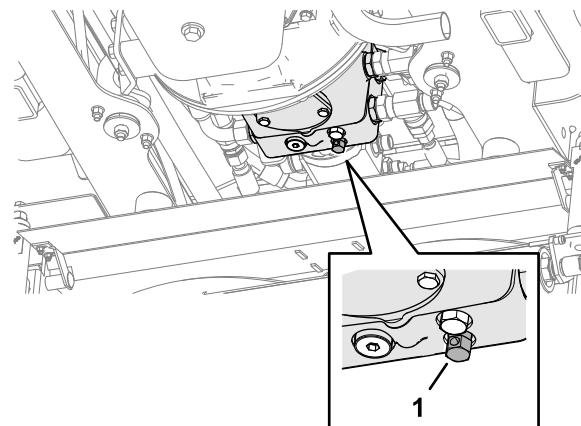

Figura 43
1. Libere el sistema de frenado de servicio hidráulico girando en sentido antihorario la válvula de derivación situada bajo la bomba de transmisión un máximo de 3 giros (Figura 43).